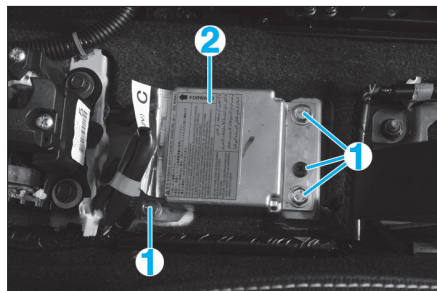

Fig. 5
- les vis de fixation (1) du calculateur (Fig.5),
- le calculateur (2).